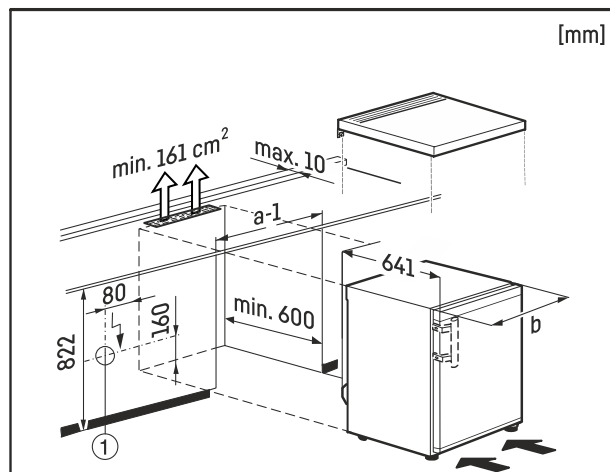

Fig. 9
El enchufe Fig. 9 (1) deberá quedar fuera de la parte posterior del electrodoméstico y ser fácilmente accesible.